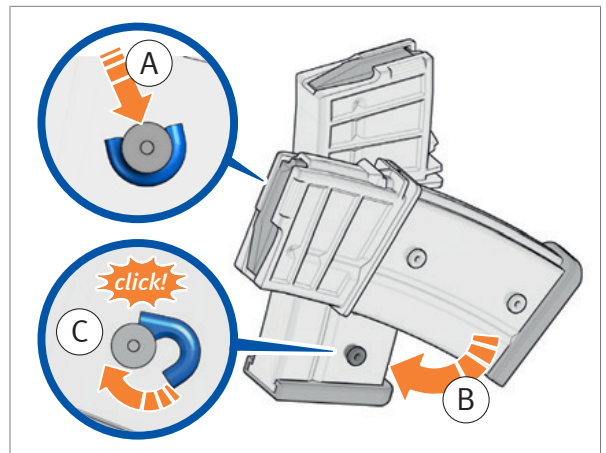

Abb. 74: Verbindungselemente einrasten
2. Verbindungselement in obere Aufnahme einsetzen (Abb. 74).
3. Magazine gegeneinander verdrehen, bis das Verbindungselement in der unteren Aufnahme einrastet (Abb. 74).